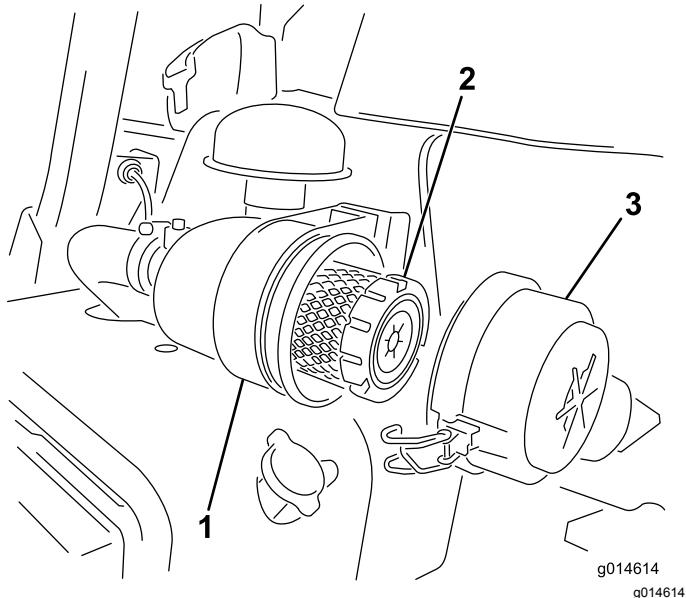

Figure 39
- Desserrez les attaches qui fixent le couvercle sur le boîtier du filtre à air (Figure 39).
- Fermez les verrous (Figure 39).